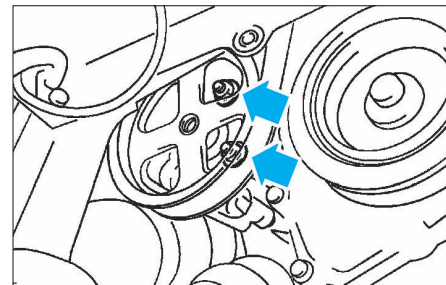

FIG. 9
- Déposer les vis de fixation (flèches) de la pompe de direction assistée, puis la déposer (fig. 9).